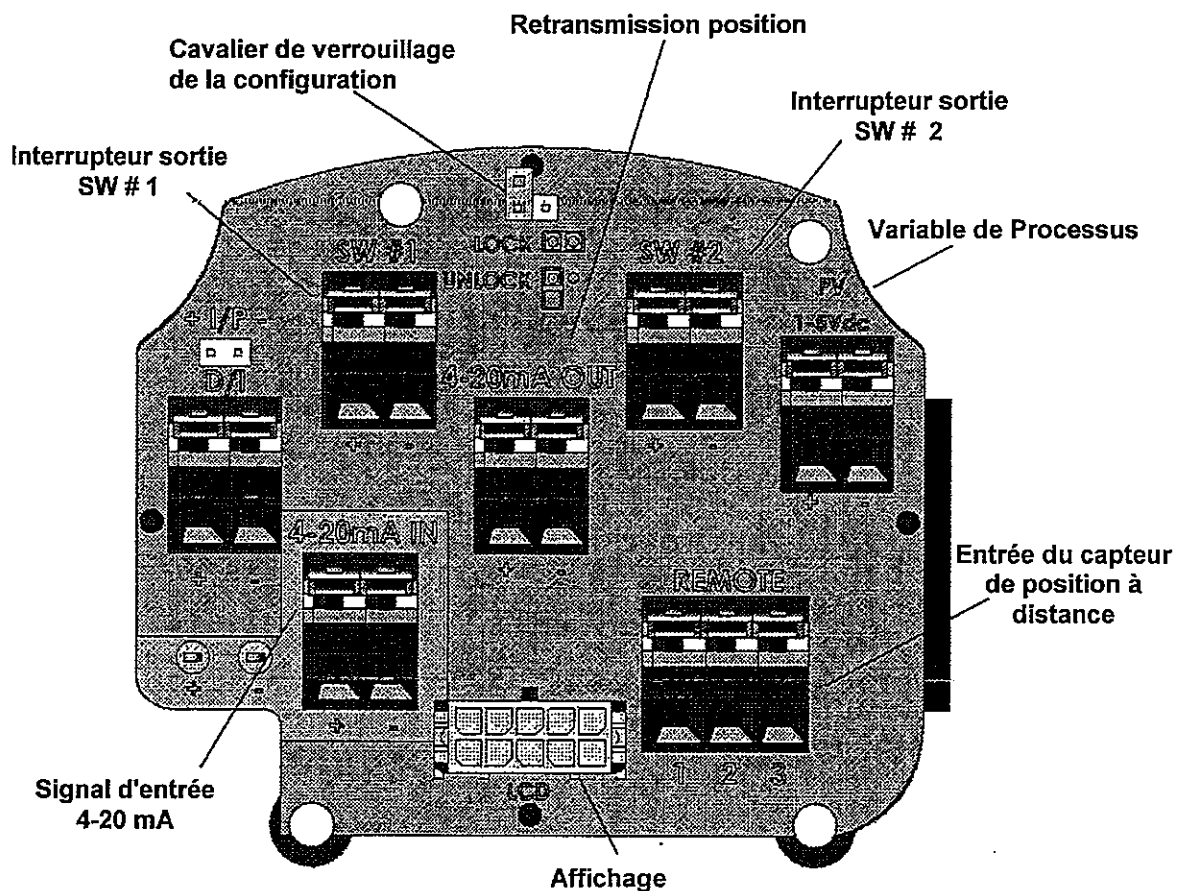

Figure 11 : Raccordements au Module Electronique (via la barrette de raccordement).
Il est possible d'assurer une sécurité supplémentaire en utilisant le cavalier de déverrouillage de configuration du logiciel tel qu'illustré en Figure 11 page 21. Lorsqu'ils sont en position sécurité, la configuration ou l'étalonnage ne sont pas autorisés par l'interface locale ou par les communications à distance. Les boutons poussoirs ValVue 2.4 et HHC 375 sont neutralisés, sauf pour examiner la configuration, l'étalonnage et la position. Cela équivaut au Niveau de Sécurité 1 défini dans le tableau ci-dessus.
1. Desserrer les quatre (4) vis du couvercle et enlever le couvercle du SVI II AP. Raccorder les borniers +/- à la source de courant + à + et - à -. Se reporter à la figure 11 page 21. Remettre en place le couvercle et l'écran.